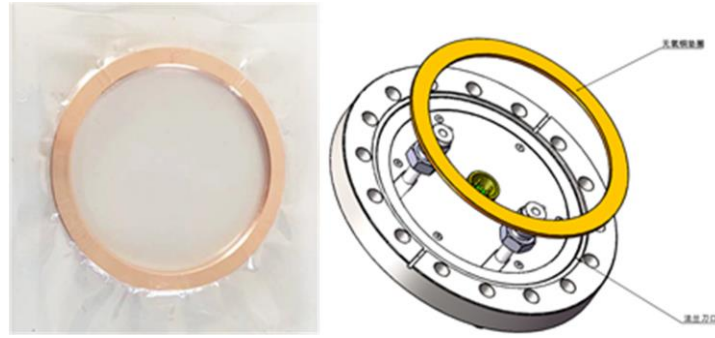

图 4-12 铜垫圈安装示意图
(1) 在连接法兰背面的电缆、光纤以及水冷管路前，首先将 CF100 铜垫圈摆放在 CF 刀口的位置（见图 4-12）。